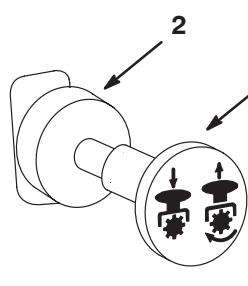

Figure 11
- Placez la commande de prise de force (PDF) en position Désengagée (Fig. 11).